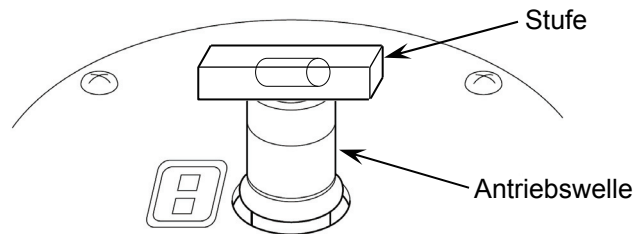

Abb. 5-3 Platzierung der Libelle
- (2) Schalten Sie die Ultrazentrifuge ein, öffnen Sie die Kammerklappe und schalten Sie das Gerät dann aus. Sollte die Ultrazentrifuge noch nicht angeschlossen sein, gehen Sie wie in Abschnitt 2-5 „Notfallwiederherstellung bei einem Netzausfall“ beschrieben vor, um die Frontabdeckung zu entfernen und die Kammerklappe zu öffnen.
- (3) Legen Sie die mit der Ultrazentrifuge gelieferte Libelle auf die Antriebswelle in der Rotorkammer und verstellen Sie die vier Nivellierfüße so, dass die Ultrazentrifuge exakt waagrecht steht (Abb. 5-3).
- (4) Stellen Sie nach der Nivellierung sicher, dass alle vier Nivellierfüße fest auf der Fläche des Zentrifugenstellplatzes stehen.